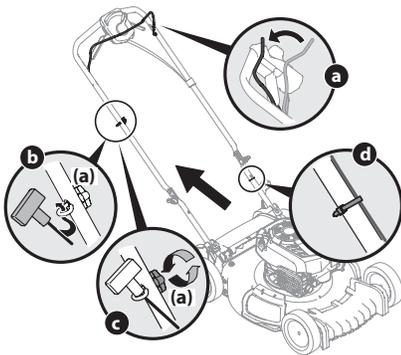

Figure 2-6
- Le guide-câble est fixé sur le côté droit de la partie supérieure de la poignée. Desserrez l'écrou papillon (a) qui fixe le guide-câble à la poignée. Voir Figure 2-6.